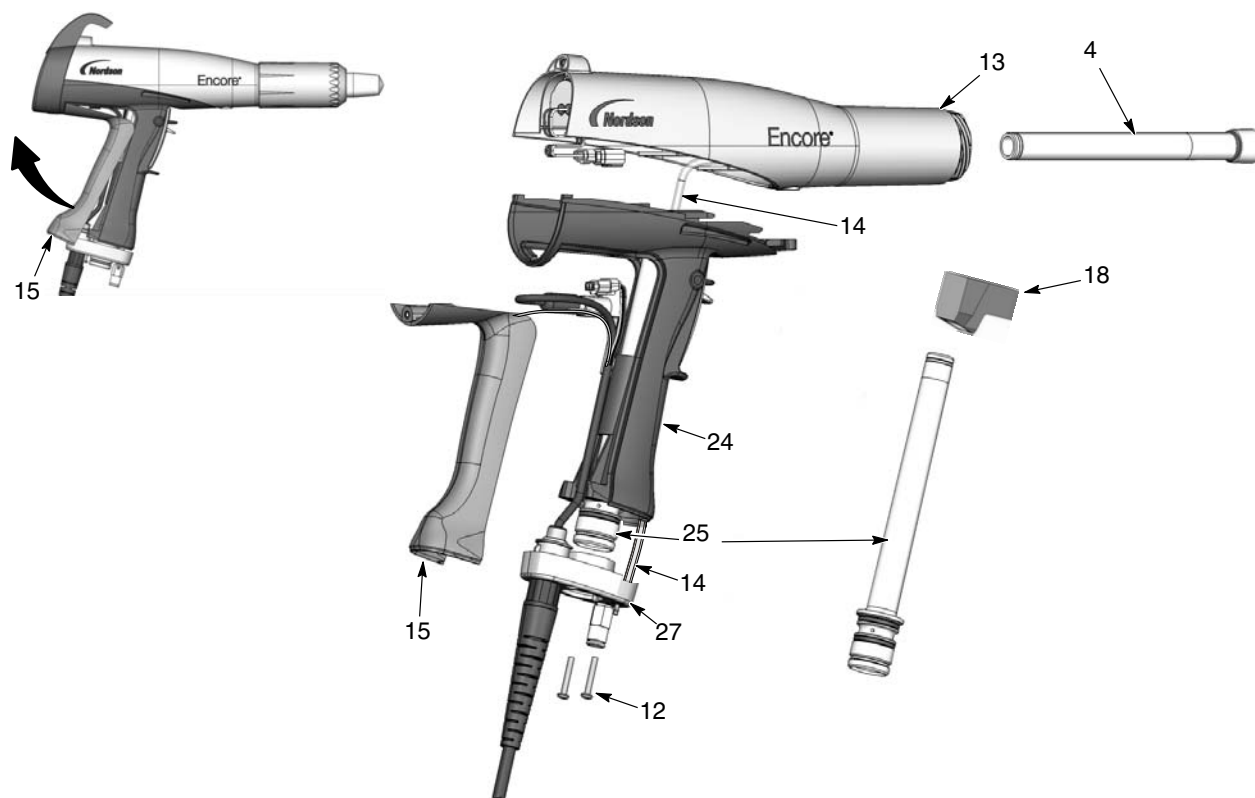

Figura 6-4 Înlocuirea căii de admisie a pulberii
1. A se vedea Figura 6-4. Îndepărtați cotul (18) de la țeava de admisie (25).
2. Scoateți cele două șuruburi M3 x 20 (12) de la baza mânerului (27). Trageți baza de pe mâner, apoi basculați partea inferioară a suportului de împământare (15), ridicând-o și îndepărtând-o de mâner, apoi demontați-o. Lăsați firul de împământare conectat la suportul de împământare.
3. Apăsați tubulatura de admisie (25) în sus și scoateți-o din bază, apoi deplasați baza, îndepărtând-o și trageți tubulatura de admisie pentru a o scoate din mâner.
4. Apăsați tubulatura de evacuare (4) din partea frontală a corpului pistolului (13).
1. A se vedea Figura 6-4. Montați tubulatura pentru evacuare (4) în corpul pistolului (13), cu capătul tubului la același nivel cu capătul pistolului.
2. Montați tubulatura de admisie (25) în mânerul (24), apoi montați capătul tubulaturii în baza mânerului (27).
3. Apăsăți baza mânerului aproape de mâner, apoi agățați capătul superior al suportului de împământare (15) în corp și rotiți-l pe mâner. Verificați ca firele cablului să nu fie ciupite sau prinse în timpul reasamblării.
4. Montați baza mânerului pe mâner și suportul de împământare și fixați-o cu cele două șuruburi M3 x 20 (12).